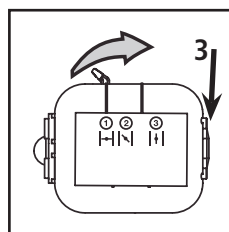

Fig. 27
8. Empure a tampa para a direita e pressione-a para fechar, de forma que a aba da tampa do filtro engate na ranhura da placa de apoio (3), (Fig. 27).